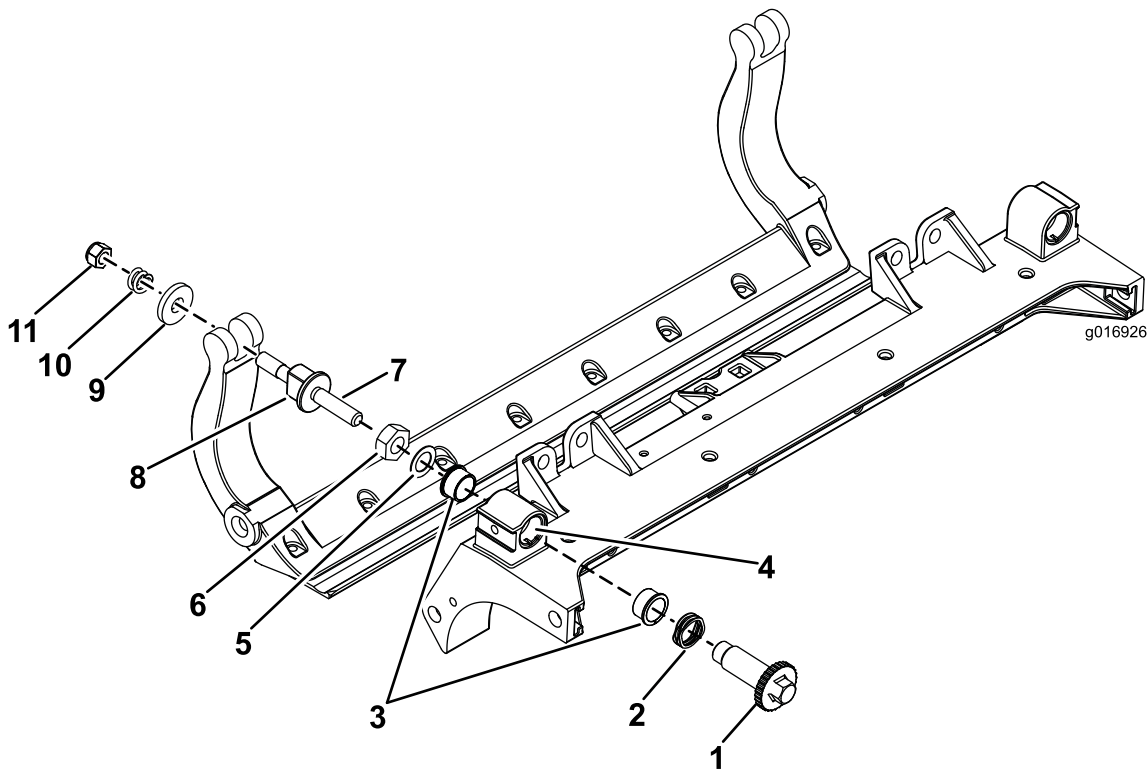

图28
1. 拆除所有零件（请参阅 HD DPA 套件安装说明和图28）。
2. 将防啮合剂涂抹到滚刀组中心机架（图28）的轴套区内侧。
3. 将凸缘轴套上的键与机架的槽对准，然后安装轴套（图28）。
4. 将一个波形垫圈安装到调节器轴上，然后调节器轴滑入滚刀组机架中的凸缘轴套内（图28）。
5. 使用扁平垫圈和锁紧螺母固定调节器轴（图28）。
12. 在两个尼龙垫圈的外侧各放一个钢垫圈（图28）。
注意： 内侧的垫圈可能有空隙（图28）。
15. 旋紧每个底刀架调节器总成上的螺母，直到加压弹簧完全压紧，然后往回松开 1/2 圈（图28）。